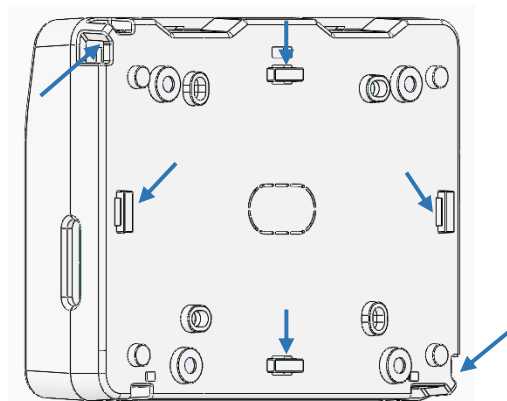

Fig. 3. Montaje de la carcasa con el uso de abrazaderas.
- Con el uso de abrazaderas – fig. 3,